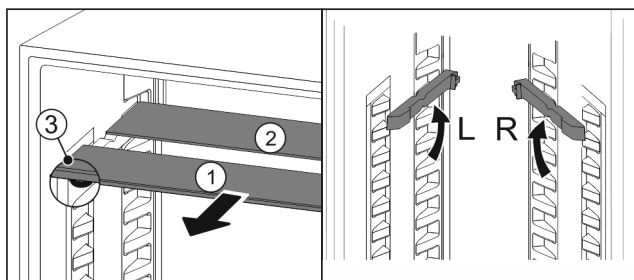

Fig. 119
- Sortir les tablettes par l'avant Fig. 119 (1).
- La tablette en verre Fig. 119 (1) avec bordure décorative est située à l'avant.
- Les butées Fig. 119 (3) sont orientées vers le bas.